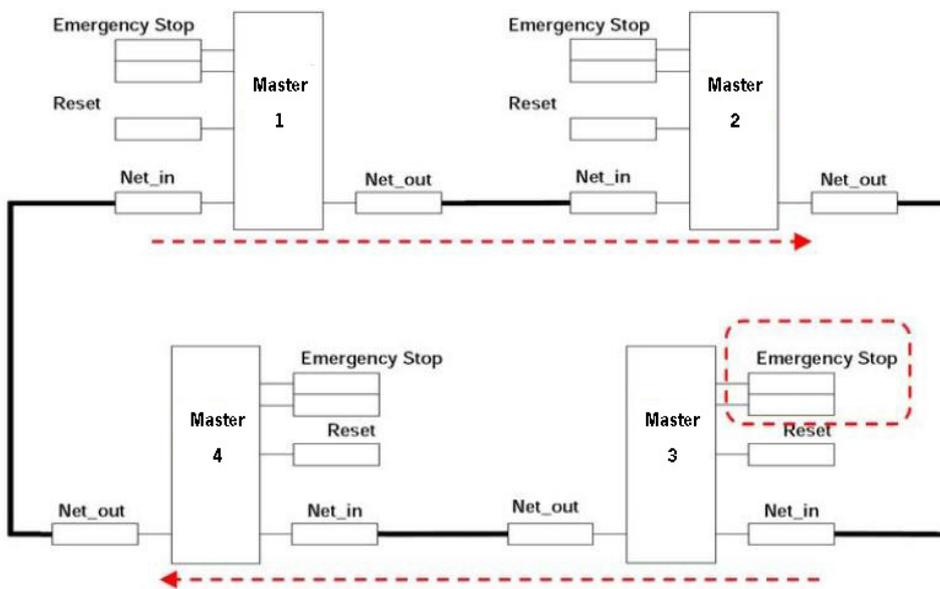
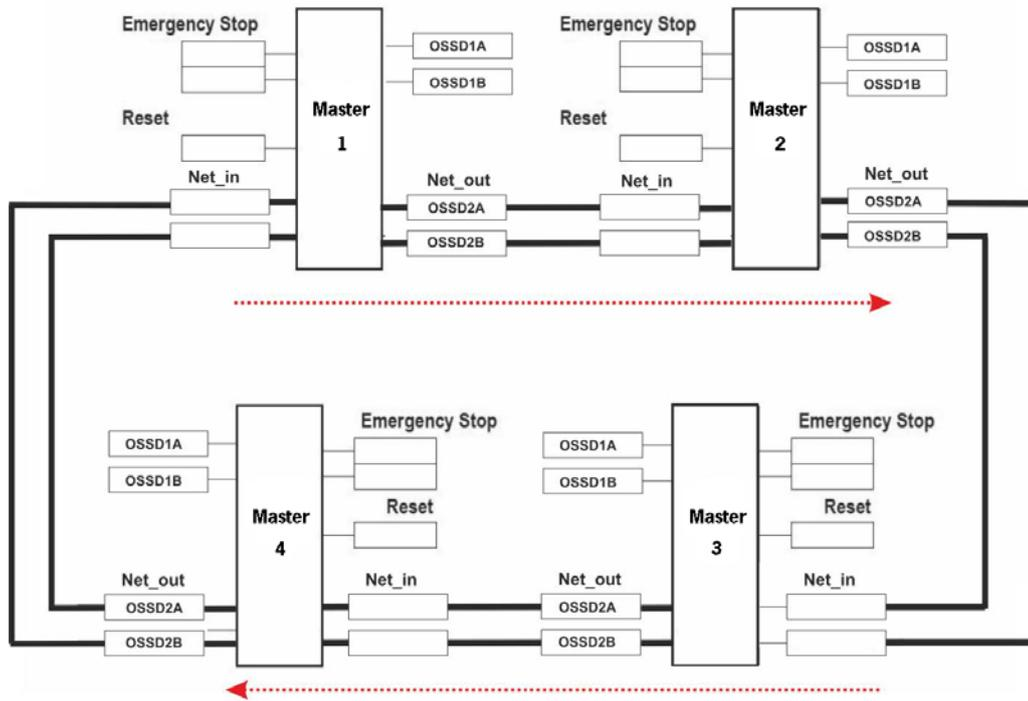

Fig. 263: Flujo de datos de red
Fig. 264: Flujo de datos de red
**Condición 1:** para la conexión, véase la Fig. 263 y Fig. 264:
**Condición 2:** si en uno de los cuatro nodos se pulsa el interruptor de parada de emergencia, véase la Fig. 263 y Fig. 264: